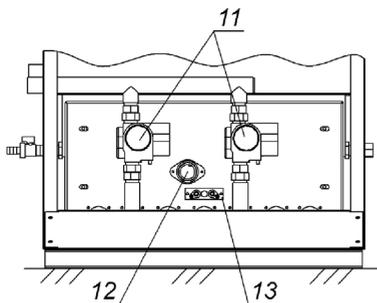

Рис. 3. Вид спереди со снятой передней панелью котла (версия с двухступенчатой горелкой)
11. Газовый клапан с автоматикой. Для котлов ALFA COMFORT E 75 v15; E 85 v15; E 95 v15 см. рисунок 3, расположен под лицевой панелью